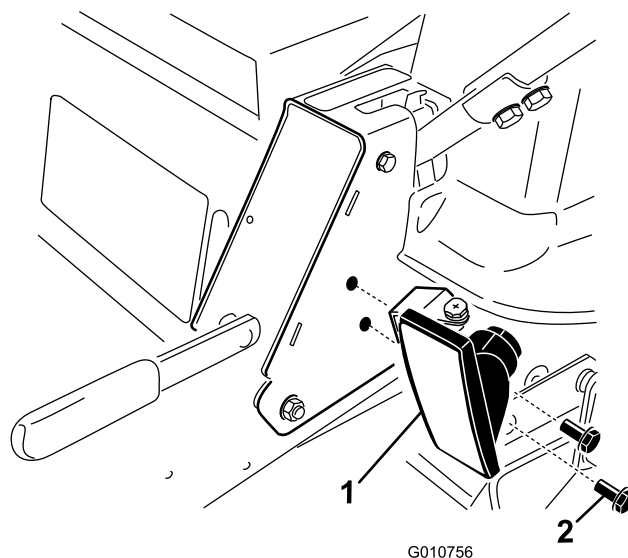

Figura 9
- Instale el faro en el bastidor en los taladros perforados, con el orificio de drenaje hacia abajo, usando dos tornillos autorroscantes (1/4 x 1/2 pulgada) según se muestra en Figura 9. No los apriete todavía.